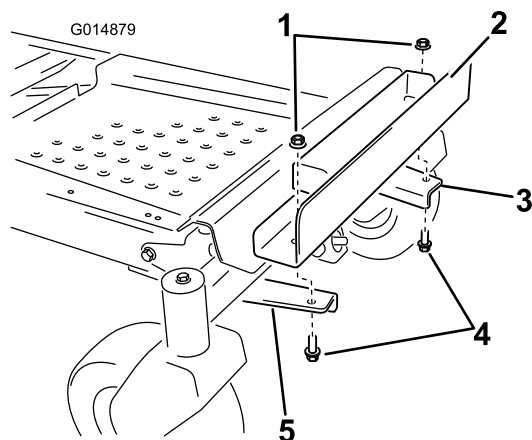

Figura 8
- Montate la staffa della zavorra sulle staffe di montaggio, allineando i fori esterni della staffa alle staffe di montaggio precedentemente installate (Figura 8).
- Fissate la staffa della zavorra con 2 bulloni ($\frac{3}{8}$ " x 1") e 2 dadi di bloccaggio ($\frac{3}{8}$ "). Figura 8